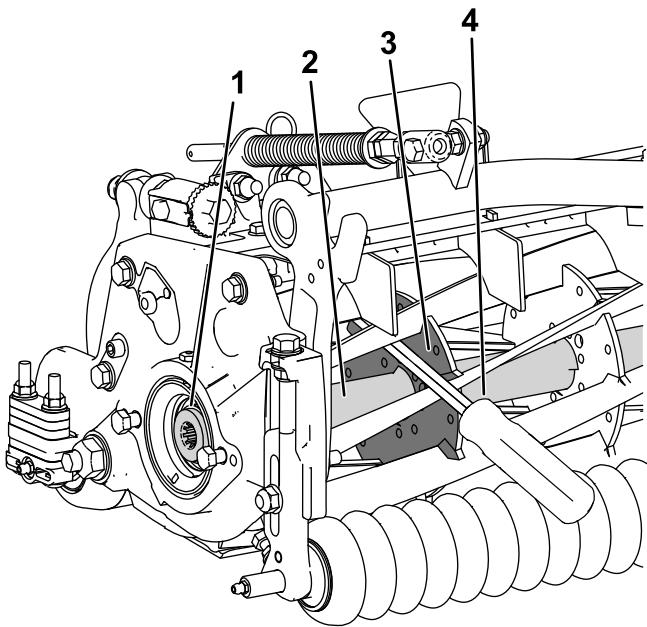

Figura 43
- Inserite un piede di porco con manico lungo (3/8" x 12" raccomandato, con manico a cacciavite) attraverso la parte anteriore del cilindro di taglio, più vicino al lato dell'apparato di taglio da serrare (Figura 43).
- Posizionate il piede di porco contro il lato di saldatura del rinforzo del cilindro di taglio interno (Figura 43).